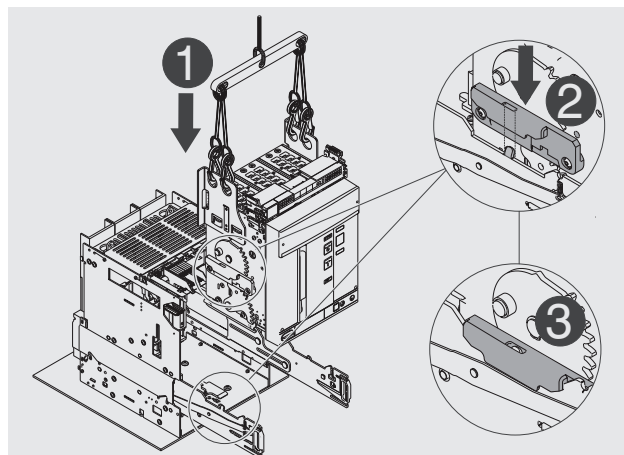

图 36
3. 将移动部分置于固定部分的导轨上。 将凹槽部分嵌入固定部分的导轨上并固定。 图 36.